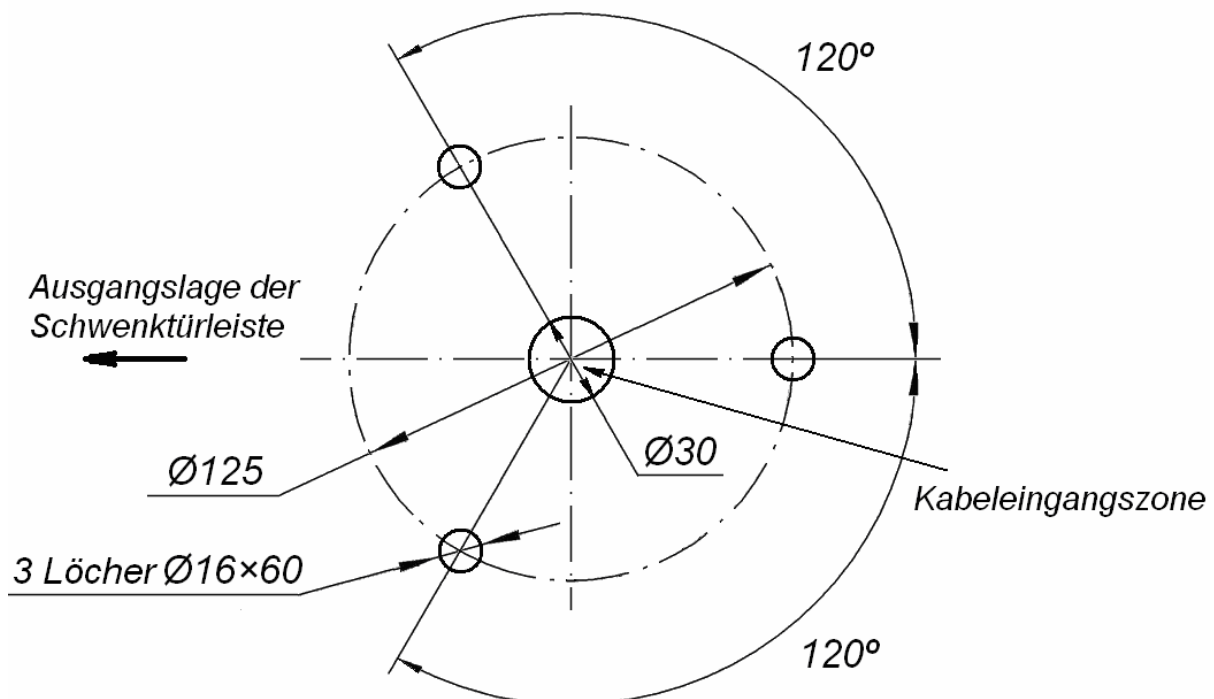

Abbildung 5. Das Markierungsschema für die Schwenktürmontage
- Die Markierung der Aufnahmebohrungen entsprechend dem beigefügten Schema zu erzeugen (siehe Abb. 5).
2. die Markierung für die Montage der Schwenktür entsprechend der Abb. 5 und die Markierung der Kabelkanäle für das Verlegen des Steuerkabels (10), des Stromanschlusskabels (11) auf dem Fußboden erfüllen. Die Öffnungen für die Ankerhülsen für die Befestigung der Antriebssäule im Fußboden vorbereiten. Zum Antriebssäule von dem Steuerblock nach dem Kabelkanal das Steuerkabel (10) und Stromanschlusskabel (11) zuführen. Die Ankerhülsen in die gemachten Öffnungen für die ganze Tiefe einstellen.
3. Den Block der Kabelstecker (16) aus der Antriebssäule mit dem Flansch (2) herausziehen, der auf den spannkraftigen Riegeln eingestellt ist. An den Block der Kabelstecker das Steuerkabel und der Stromanschlusskabel anschließen. Nach dem Anschließen der Stecker den Block der Kabelstecker (16) in die Theke mit dem Flansch (2) auf die Höhe feststellen, die die weitere Montage gewährleistet. Die Antriebssäule auf die Ankerhülsen feststellen.